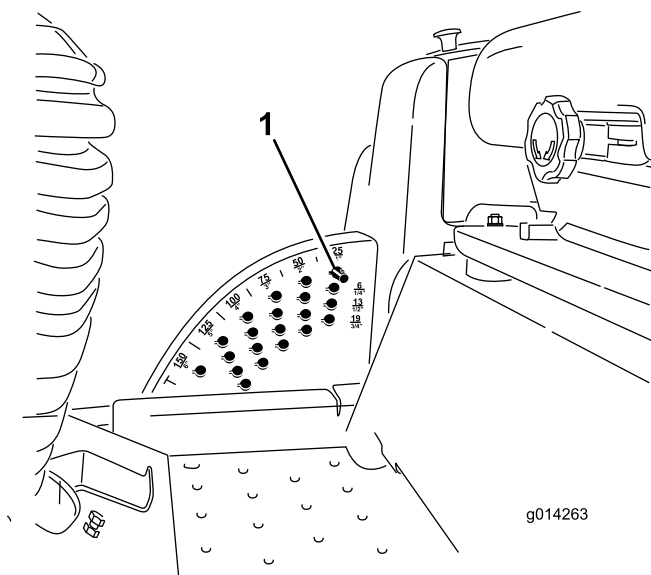

Figure 19
1. Lorsque le moteur tourne, repoussez la commande de levage du tablier de coupe en arrière jusqu'à ce que l'unité de coupe soit complètement levée, puis **relâchez immédiatement** la commande comme montré à la Figure 19.
2. Tournez la goupille de hauteur de coupe jusqu'à ce que la saillie soit en face des fentes dans les trous du support de hauteur de coupe et déposez-la (Figure 19).
3. Placez la goupille dans le trou du support correspondant à la hauteur de coupe voulue et tournez-la pour la verrouiller en place (Figure 19).
Remarque: Il y a 4 rangées de trous (Figure 19). La première rangée donne la hauteur de coupe indiquée au-dessus de la goupille. La deuxième rangée donne la hauteur indiquée plus 6 mm ($\frac{1}{4}$ po). La troisième rangée donne la hauteur indiquée plus 12 mm ($\frac{1}{2}$ po). La dernière rangée donne la hauteur indiquée plus 18 mm ($\frac{3}{4}$ po). Un seul trou, situé dans la deuxième rangée, correspond à la hauteur de 15,8 cm (6 po). Il n'ajoute pas 6 mm (0,25 po) à la hauteur de 15,8 cm (6 po).